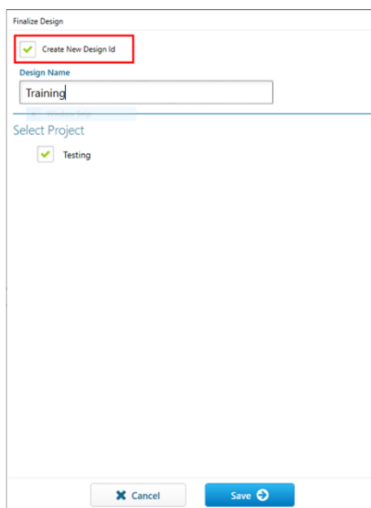
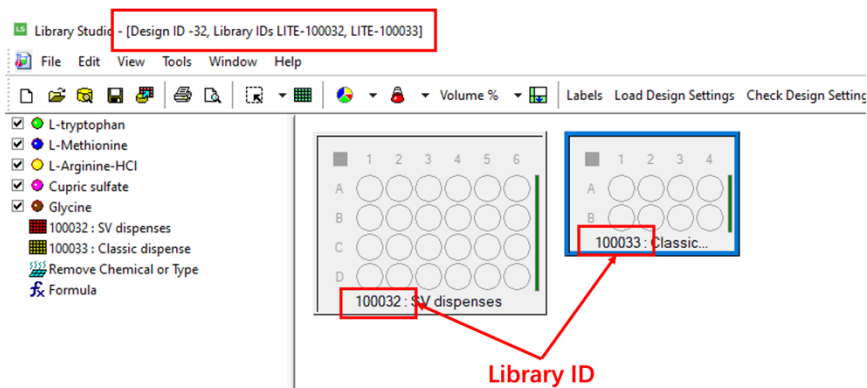

图 6-2-21
图 6-2-22
6) **新建 Design ID:** 点击“Finalize”后，如下“Finalize Design”窗口会跳出（图 6-2-21）。若是全新 Design，请务必勾选“Create New Design ID”，并输入“Design Name”，选择相应项目归属“Select Project”。“Save”后，软件会自动生成唯一数字 Design ID（显示在 Library Studio 软件的标题栏中，图 6-2-22）对应当前实验设计，可在后续实验中直接输入该 ID 来运行此实验，或查询相关实验结果。该 Design ID 中的所有 Libraries 都会自动生成唯一对应编号，显示在 Library Studio 软件界面。